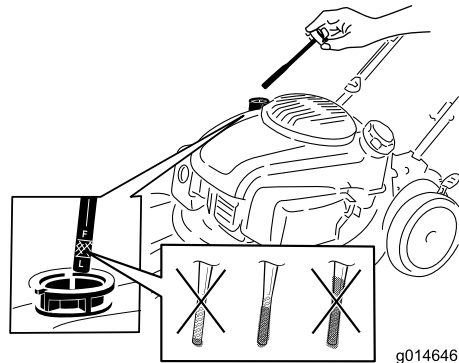

Figura 4
1. Retire la varilla (Figura 4).
2. Vierta **lentamente** aceite en el tubo de llenado hasta que el nivel llegue a la marca "Full" (lleno) de la varilla (Figura 4). **No llene demasiado.** (Capacidad máxima: 0,65 l (22 onzas), tipo: 10W-30 o SAE 30, aceite detergente con clasificación de servicio API, SJ, o superior.)
**Nota:** Cada vez que compruebe el nivel de aceite, retire la varilla y límpiela, introdúzcala en el cuello de llenado de aceite (**sin enroscarla**), luego retírela de nuevo y compruebe el nivel (Figura 4).